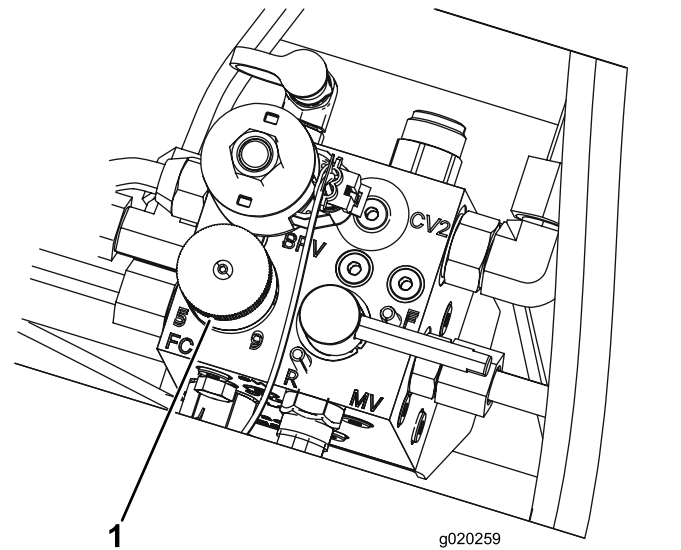

Figura 33
4. Para establecer la velocidad de los molinetes, gire el pomo (Figura 33) hasta que la flecha apunte al número que indique el ajuste deseado.